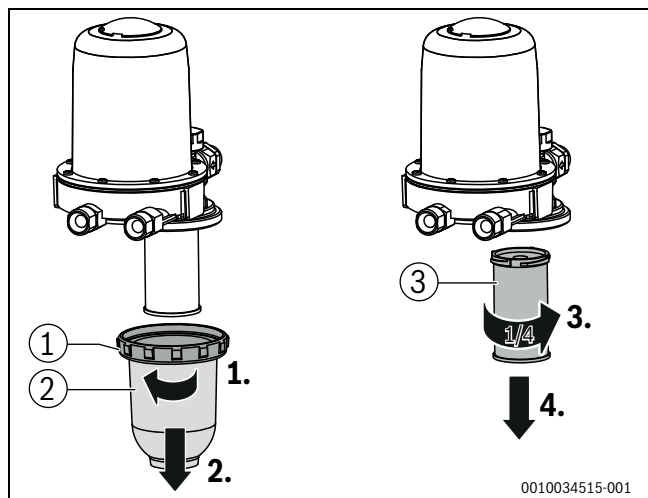

Bild 80 Filtertasse entfernen
- ▶ Überwurfmutter (→ Bild 80[1]) entfernen.
- ▶ Filtertasse (→ Bild 80, [2]) abnehmen.
- ▶ Ölfiltereinsatz (→ Bild 80, [3] mit einer Viertel-Umdrehung gegen den Uhrzeigersinn lösen.
- ▶ Ölfiltereinsatz (→ Bild 80, [3]) ansetzen und mit einer Viertel-Umdrehung im Uhrzeigersinn befestigen.
- ▶ Filtertasse mit Überwurfmutter (→ Bild 80, [1] und [2]) montieren.